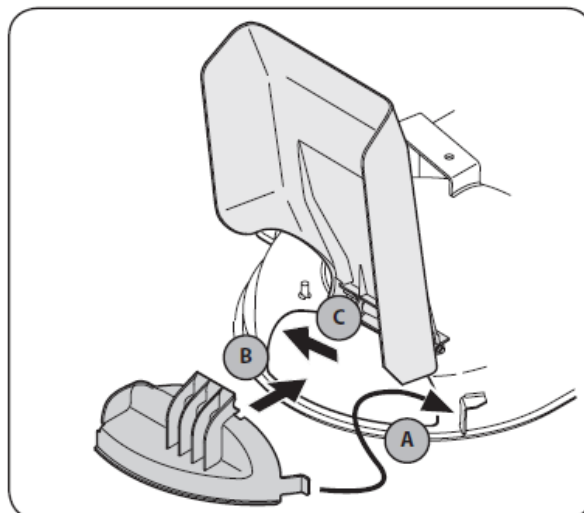

Fig. 5-1
1. Insérez la patte du côté droit (A) du déflecteur dans le support sur le plateau. Consultez la Fig. 5-1.
2. Insérez le déflecteur du déchiquetage dans la goulotte d'évacuation (B). Consultez la Fig. 5-1.
3. Une fois qu'elle est positionnée dans la goulotte du plateau, poussez le déflecteur vers l'arrière de la tondeuse (C) pour le fixer solidement en place.